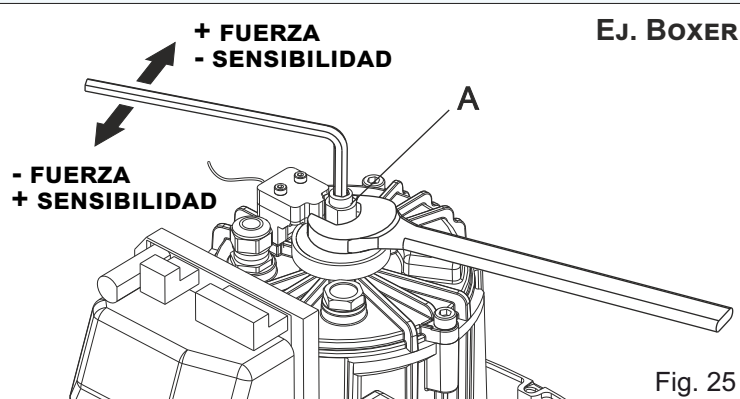

Fig. 25
9.2. Para regular la fricción operar en el tornillo sin cabeza «A» (Fig. 25) en el modo siguiente: